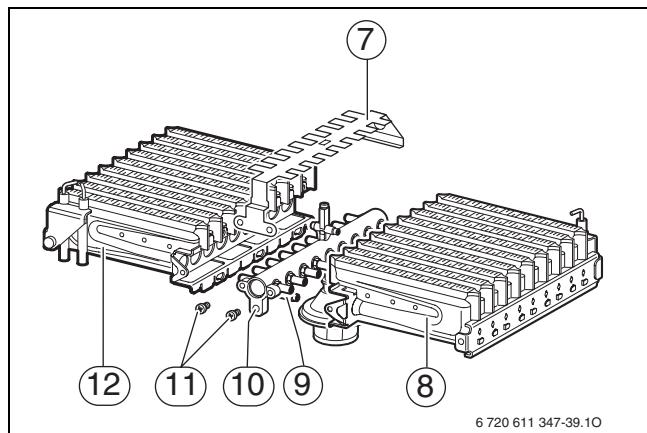

Рис. 44
- ▶ Снять винты (11) (→ рис. 44).
- ▶ Снять перемычку перекрестного розжига (7).
- ▶ Вывинтить винты в точках крепления (9). Снять левую и правую части горелки (12 и 8) с коллектора форсунок (10).